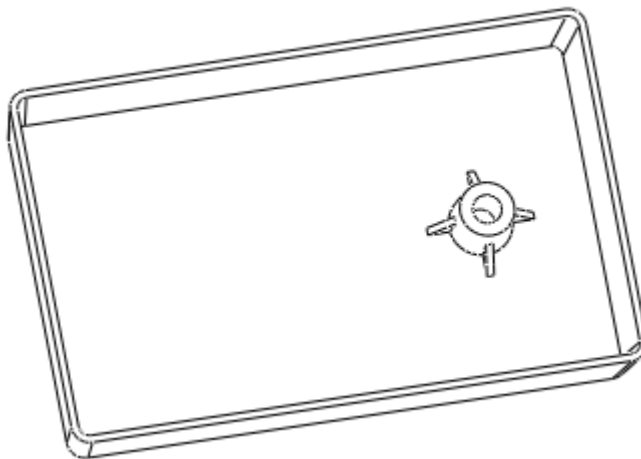

图 46-26
(4) 单击阵列特征操控板中的  按钮，完成阵列特征，结果如图 46-26 所示。